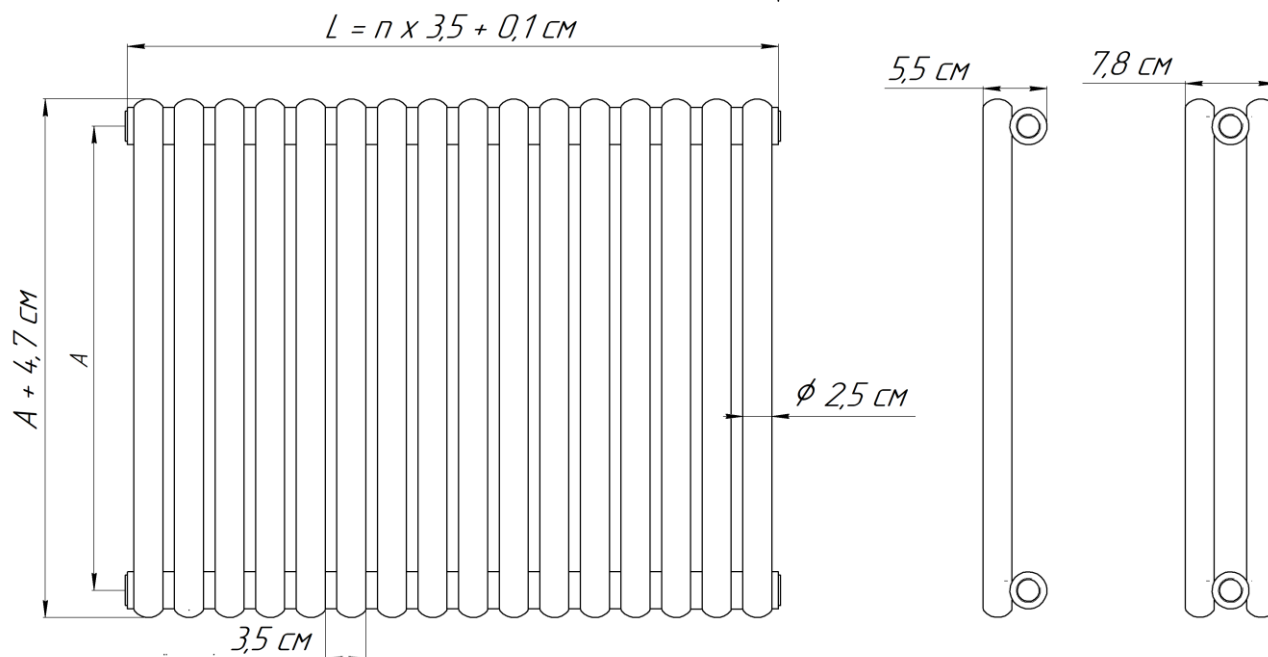

Рис.1 Радиатор «Гармония C25 N», где: А – межцентровый размер, см; n – количество секций; L – габаритная длина, см.
2.1. Основные размеры и параметры радиаторов приведены на рис.1 и в Таблице №1.